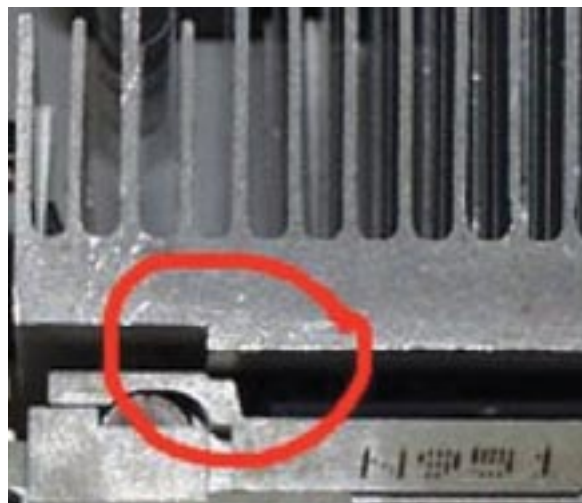

Figura I4. Accertarsi che il dissipatore sia correttamente inserito sul processore!
14. La Figura I4 mostra la **MANIERA ERRATA** di posizionare il dissipatore. Notare come la zona inferiore della parte a gradini del dissipatore in alluminio sia appoggiata sull'estremità più alta del socket invece che sul die del processore. Qualora non venga a trovarsi a contatto con l'intera superficie del die del processore, il dissipatore non sarà in grado di funzionare. Ciò provocherà **UN RISCALDAMENTO E UN MALFUNZIONAMENTO DEL PROCESSORE!** Accertarsi sempre che il dissipatore non venga a contatto con una parte qualsiasi del socket.